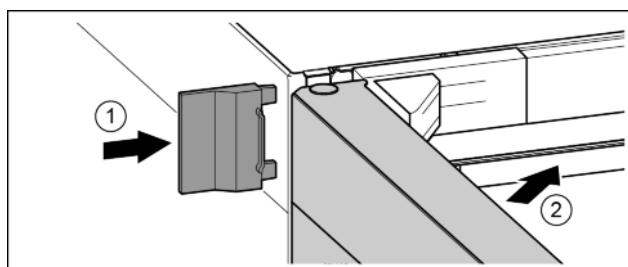

Fig. 18
- ▶ Насуньте зовнішню кришку. Fig. 18 (1)
- ▶ Закріть верхні дверцята. Fig. 18 (2)